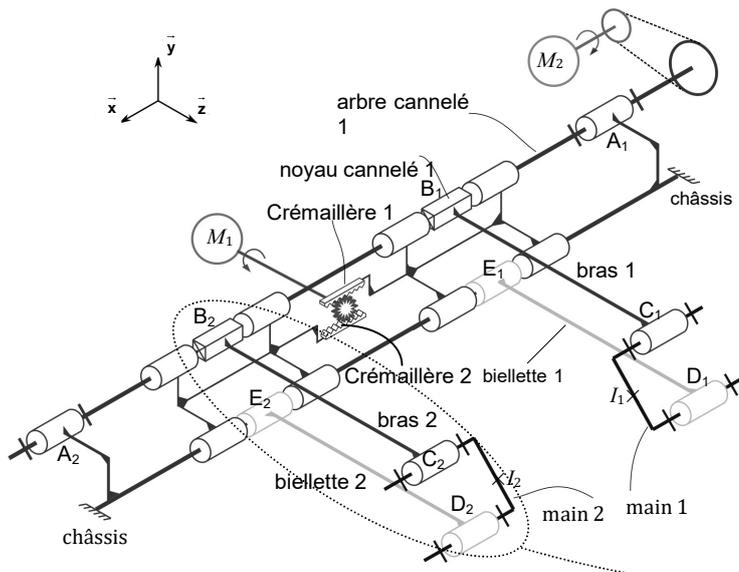

Figure 5 Schéma cinématique en 3D
**Question 6 :** Sur le schéma cinématique complet (figure 5) du système de levage, colorier en rouge les 2 mains, en bleu les 2 bras, en vert les 2 biellettes, en noir le châssis, en violet les 2 crémaillères et en jaune l'arbre cannelé.